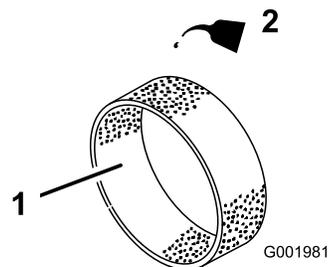

Bild 41
4. Tragen Sie 30 ml bis 59 ml des Öls auf den Einsatz auf (Bild 41).